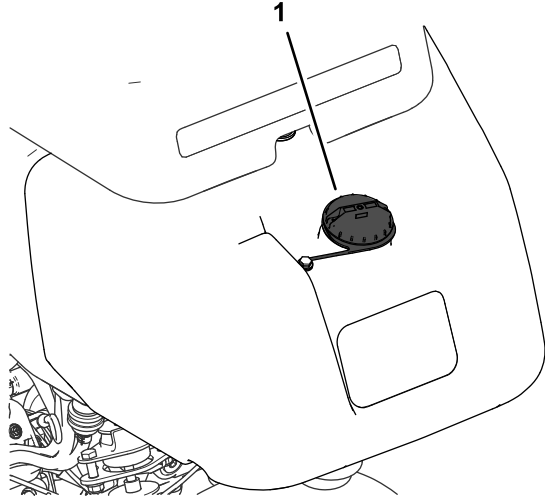

図 25
1. 燃料キャップの周囲をきれいに拭いてキャップを外す 図 25。